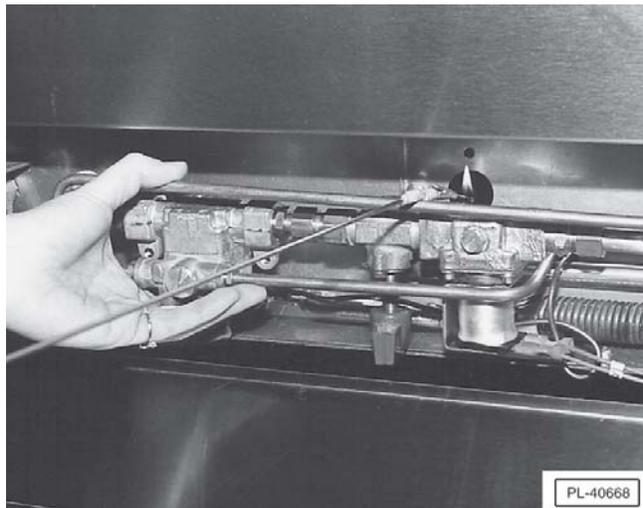

Fig. 22
3. Allumer la veilleuse. Pour ce faire, appuyer sur le bouton de réenclenchement (Fig. 22) et allumer la veilleuse au moyen d'une bougie. Maintenir le bouton de réenclenchement enfoncé pendant 30 secondes ou jusqu'à ce que la veilleuse s'allume. Ouvrir le robinet de gaz.